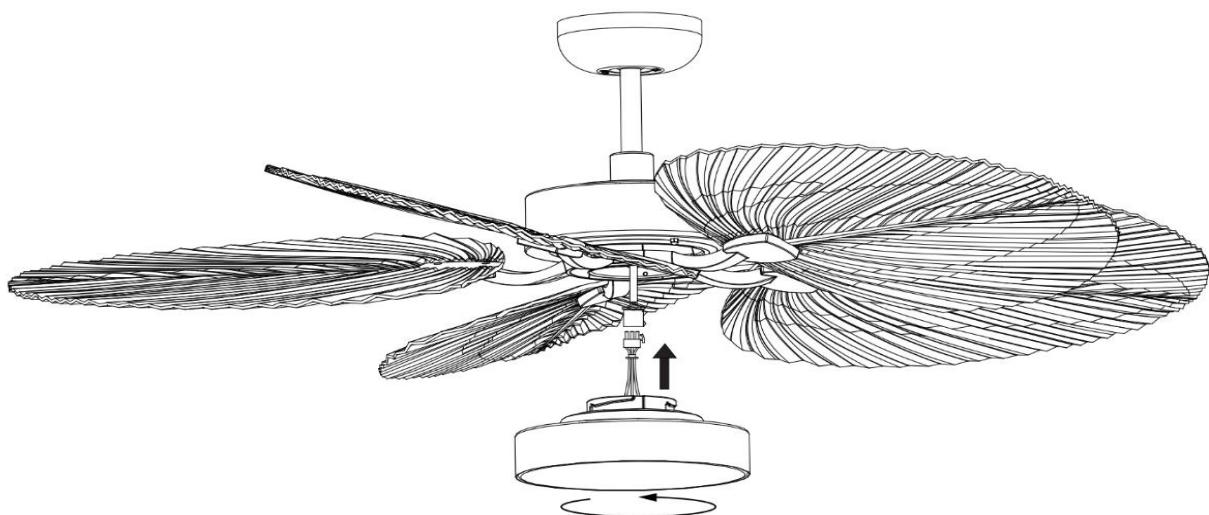

**Abb. 5.2**
2. Befestigen Sie die Ventilatorflügeleinheit an der Ventilatorbaugruppe, indem Sie die 2 Schrauben und Federscheiben festziehen. (Abb. 5.2)